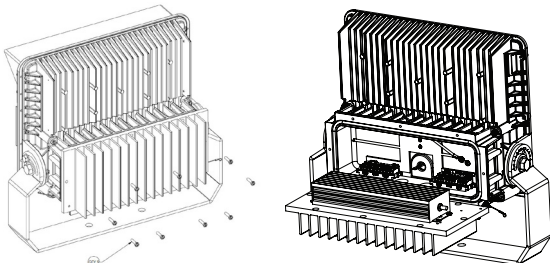

Figura 1
1. Abra la cubierta trasera o el disipador de calor soltando nueve (9) pernos n.º 10-24 x 0,75" de acero inoxidable de la cubierta, utilizando una llave para tuercas o un destornillador plano de 5/16" (vea la Figura 1). Se debe retirar la cubierta del disipador de calor tirando hacia atrás en una esquina del borde superior para evitar dañar la junta.